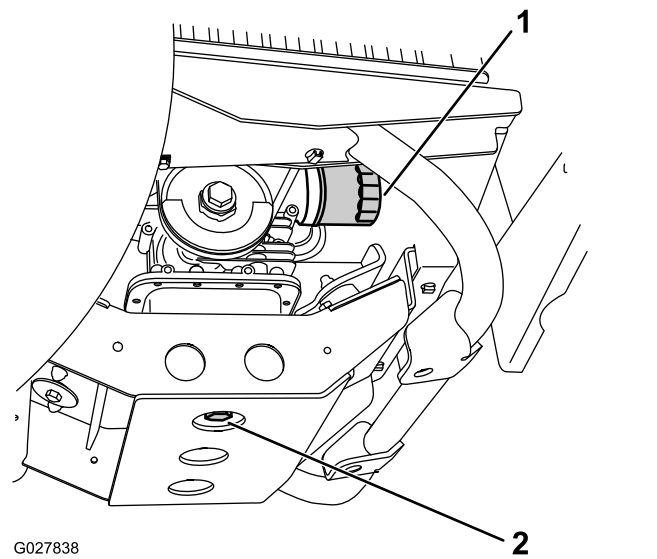

Figura 37
6. Retire el tapón de vaciado (Figura 37).
7. Instale el tapón de vaciado y la junta (Figura 37), y apriete el tapón a 45-53 N·m.
5. Coloque un recipiente con capacidad de 1,6 litros debajo del tapón de vaciado (Figura 37).
2. Retire el filtro de aceite (Figura 37).
4. Enrosque el filtro nuevo sobre el adaptador del filtro hasta que la junta toque la placa de montaje, luego apriete el filtro $\frac{1}{2}$ – $\frac{3}{4}$ de vuelta más (Figura 37).